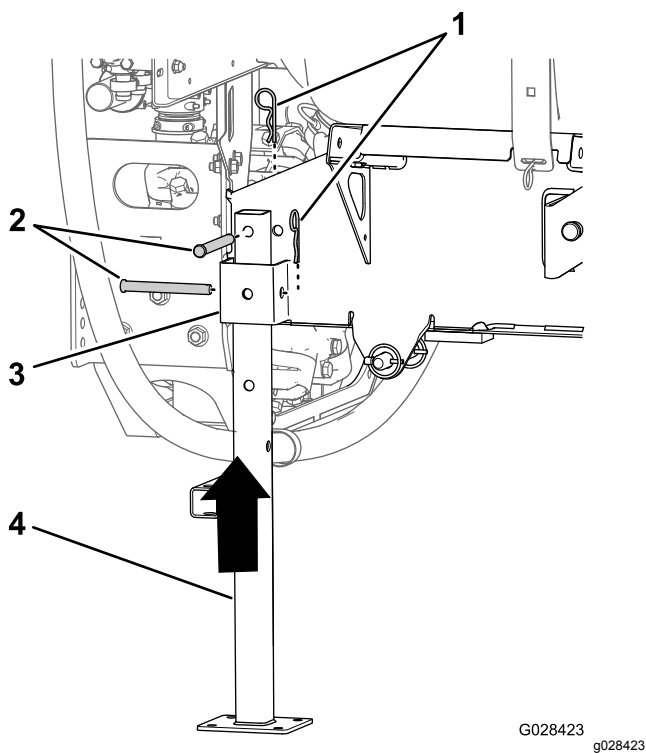

Figura 134
5. Alinee el soporte fijo trasero con el receptor del soporte fijo trasero (Figura 134).
- Alinee el taladro de la parte superior del soporte fijo con el taladro del bastidor del patín del depósito (Figura 134).
- Sujete el soporte fijo al receptor y al bastidor con dos pasadores (1/2" x 4 1/2") y dos chavetas (5/32" x 2⁵/₈") como se muestra en Figura 134.